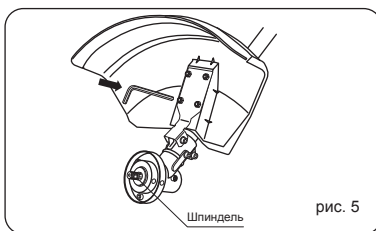

рис. 5
- Закрепите защитный кожух на планке болтами с шайбами с помощью шестигранного ключа (Рис.5).